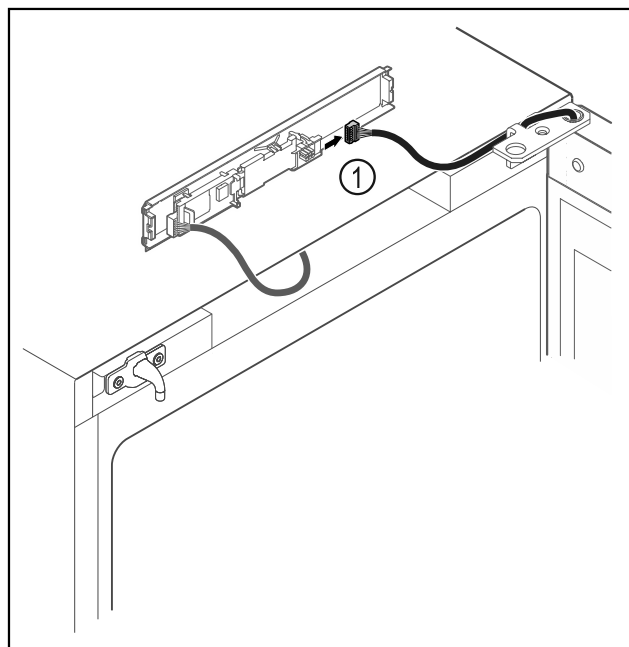

Fig. 18
- ▶ Извадете щекера Fig. 18 (1) от платката.